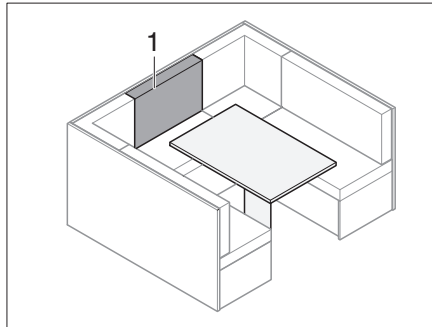

Fig. 188 Prima della trasformazione
- Collocare il cuscino dello schienale (Fig. 188,1) davanti al cuscino aggiuntivo sul tavolo.